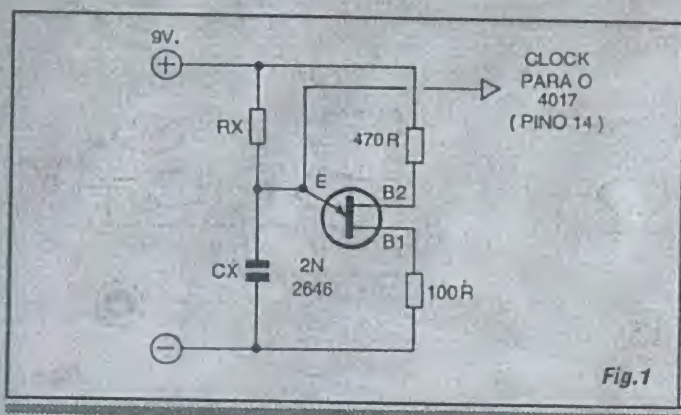

Fig.1
- FIG. 1 - **CLOCK COM TUJ** - Um simples oscilador com Transistor Unijunção (já estudado em "Aula" específica...) constitui excelente fonte de "trem de pulsos" para um 4017 (ou outro bloco C.MOS qualquer... A Tensão de trabalho deve ser compatível com os requisitos C.MOS (9V, no exemplo). A Frequência de geração dos pulsos é determinada pelos valores de  $R_x$  e/ou  $C_x$ ...